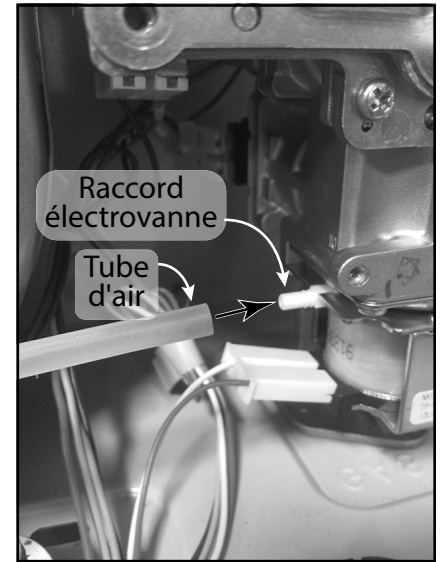

Figure 44
- 5.2 Débranchez le tube d'air transparent se trouvant à gauche de l'électrovanne du gaz (Figure 44).